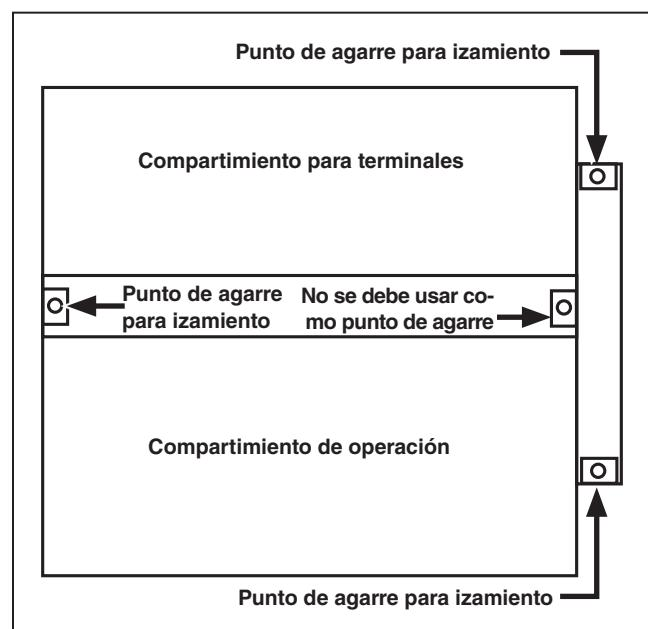

Figura 10. Vista de la parte superior del equipo para montaje en pedestal, mostrando tres puntos de agarre para izamiento.
**PASO 7.** Desatornille el gabinete de la tarima y retírelo, respetando las medidas de seguridad que se dan en la sección “Manejo” de la página 8. Use un esquema de izaje de tres puntos para equilibrar correctamente el gabinete. Ver Figura 10.